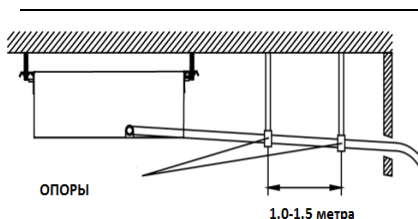

Рис. 4.21
- (3) При использовании длинной дренажной трассы необходимо предусмотреть подвесы для нее (рис. 4.21).